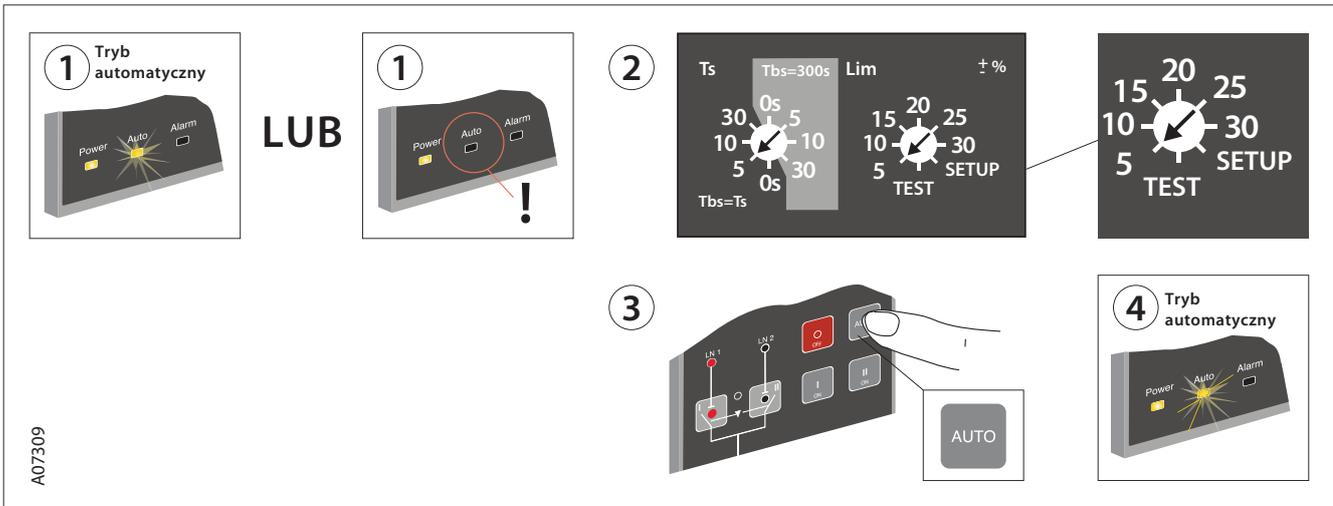

Рис. 4.11. Переключение блоков автоматического управления OMD100, OMD200 и OMD300 в автоматический режим
5. Переведите устройство в автоматический режим согласно рис. 4.11.